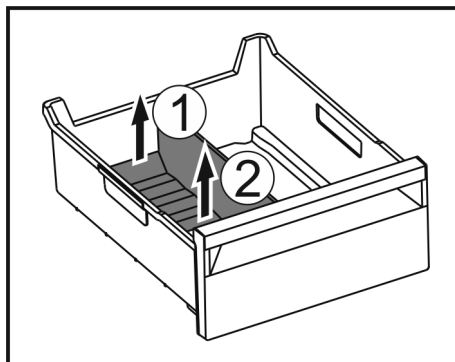

Fig. 175
- ▶ Podignite stražnji dio pregrade ladice za led. Fig. 175 (1)
- ▶ Izvadite pregradu ladice za led prema gore. Fig. 175 (2)